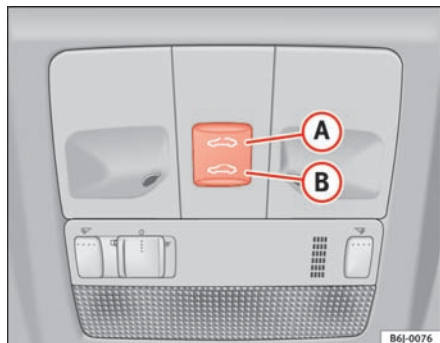

Fig. 48 Panoramataget/vippetag
- Hvis du betjener kontakten **(B)** ⇒ fig. 48 ⇒ ⚠ og holder den i positionen, lukker taget, indtil du slipper kontakten igen.